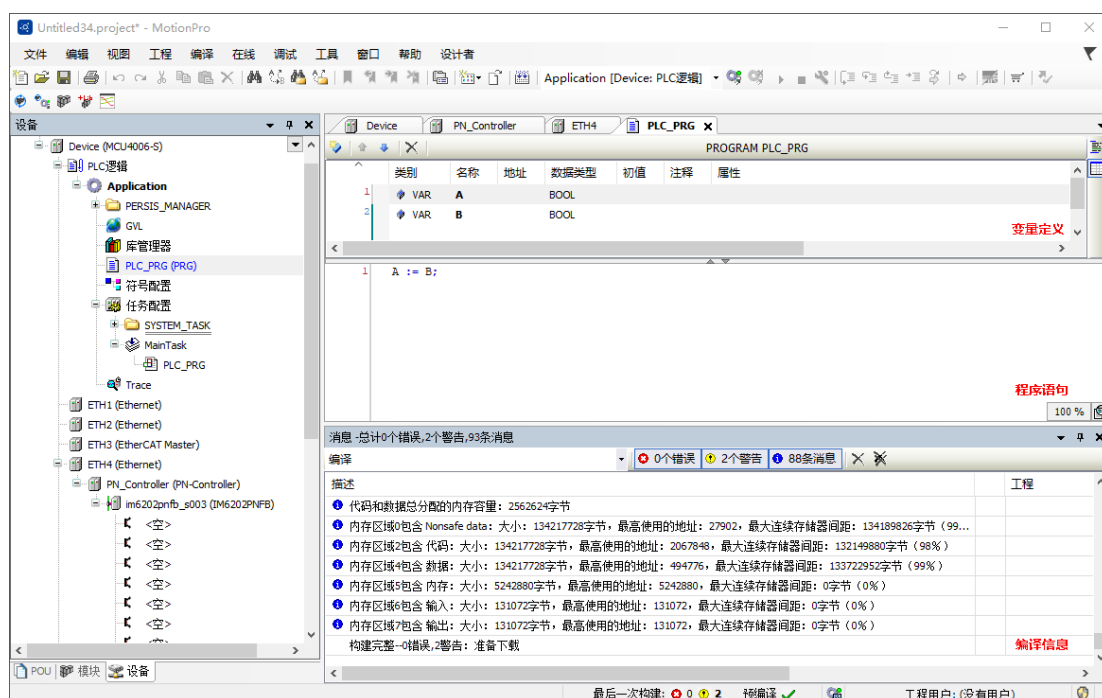

图 5-16 程序编写及编译
1. 双击左侧设备树窗口中的“PLC_PRG(PRG)”项，即可打开用户编程界面。编程语言为ST（新建工程时选择），如图 5-16 所示。